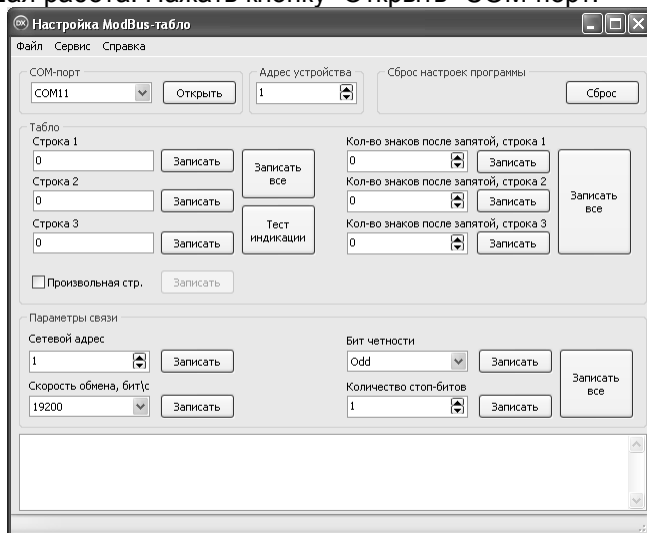

Рисунок 1
10.1 Настройка параметров устройства производится с персонального компьютера, с установленной на нем сервисной программой "Настройка ModBus - табло" (далее – программа). Для настройки необходимо запустить программу (ModBusDisplay.exe). В появившемся окне (рисунок 1) выбрать COM-порт компьютера, к которому подключено устройство, и сетевой адрес устройства с которым будет проводиться дальнейшая работа. Нажать кнопку "Открыть" COM-порт.